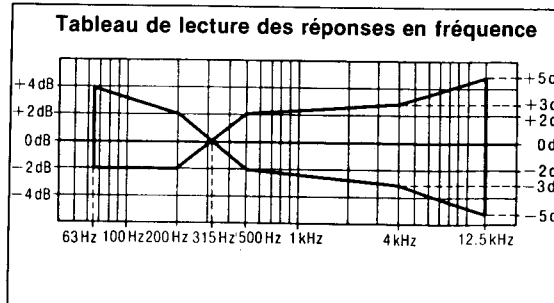

Fig. 8
- Vérifier que les valeurs mesurées se situent dans la bande spécifiée de la courbe de réponse en fréquence. (Voir Fig. 8).